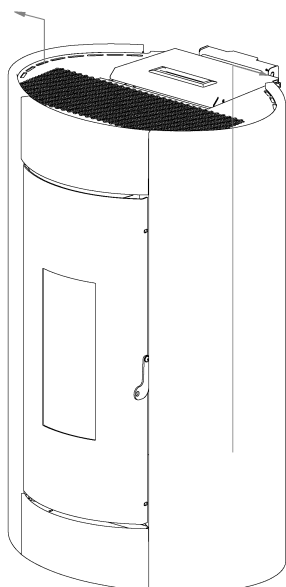

Fig. 63 - Dépose des côtés
- Décrocher les flancs du bas vers le haut (voir **Fig. 63**).